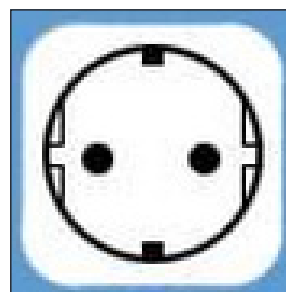

fig. 20 - Schuko stopcontact
- een Schuko wandcontactdoos met aparte aarding en beveiliging (fig. 20);